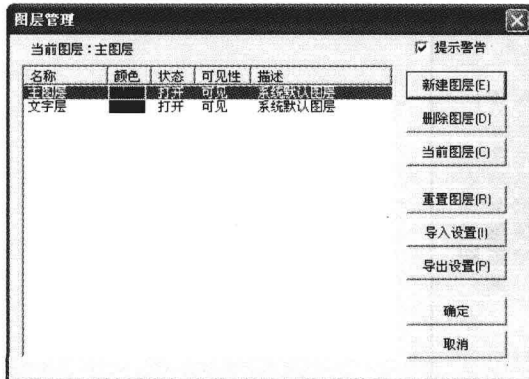

图1-7 “图层管理”对话框
① 选择“设置”→“层设置□”命令，弹出“图层管理”对话框，如图1-7所示。